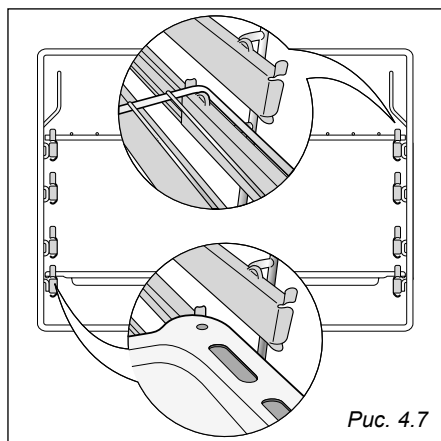

Рис. 4.7
- Установите полочку и противень на скользящих полочках (Рис. 4.7).